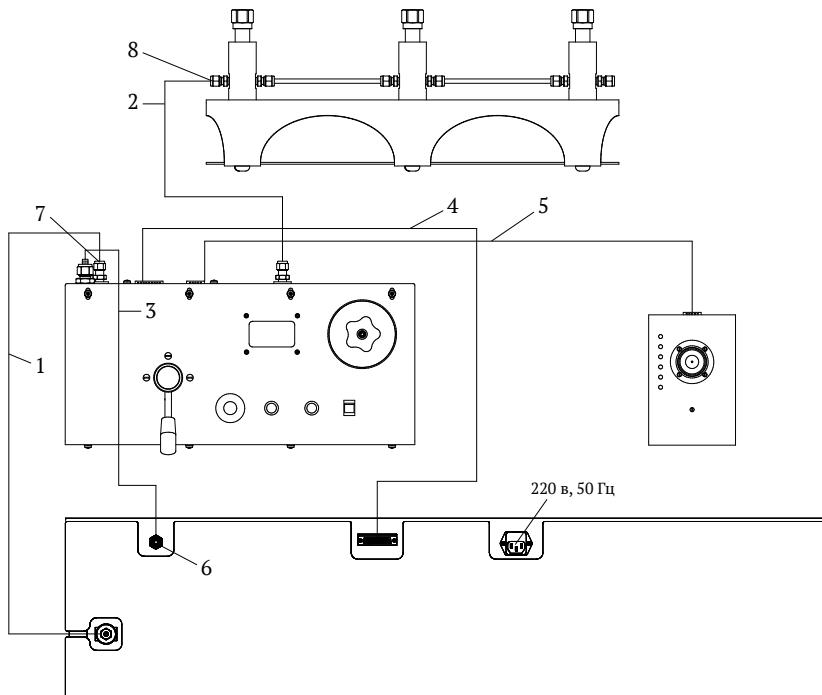

Рис. 7. Схема соединения блоков ГСКА:
6.2 Установите систему на рабочем месте и соедините согласно Рис. 7.
6.3 Снимите вентиль сброса давления и крышку стакана на блоке управления, залейте рабочую жидкость в стакан. Отсоедините пластико-вую трубку 3 (Рис. 7) от силового блока в соединении 6, заглушив ее пальцем. По-немного стравливая воздух пальцем заполните трубку рабочей жидкостью, что-бы осталось незаполненным 10...15 см трубы, быстрым движением соедините трубку с силовым блоком и подтяните соединительную гайку ключом (небольшим усилием, чтобы не раздавить трубку).
- разъедините полностью соединение 8 (Рис. 7), подставьте под конец трубы низкую емкость и прокачайте систему в режиме предварительного создания давления до прекращения поступления из трубы загрязненной рабочей жидкости, кон-